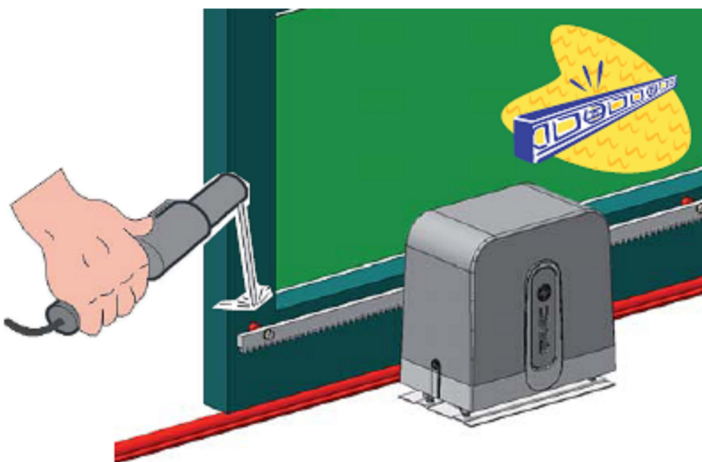

Рис.14
3. Первый кусок рейки ставится на шестерню и приваривается креплением так, как показано на рис.14.